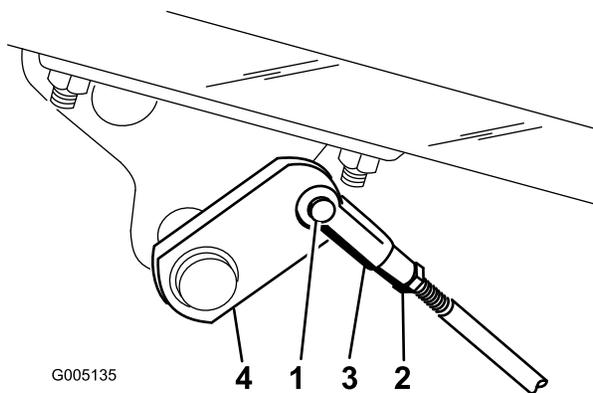

Figura 46
- A. Desconecte las varillas de los frenos retirando el pasador y la chaveta (Figura 46).
- B. Afloje la contratuerca y ajuste la horquilla según corresponda (Figura 46).
- C. Monte la horquilla en el eje del freno (Figura 46).